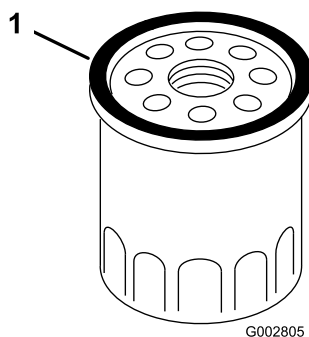

Figura 24
7. Usando el dedo, unte la junta del filtro nuevo con aceite (Figura 24).